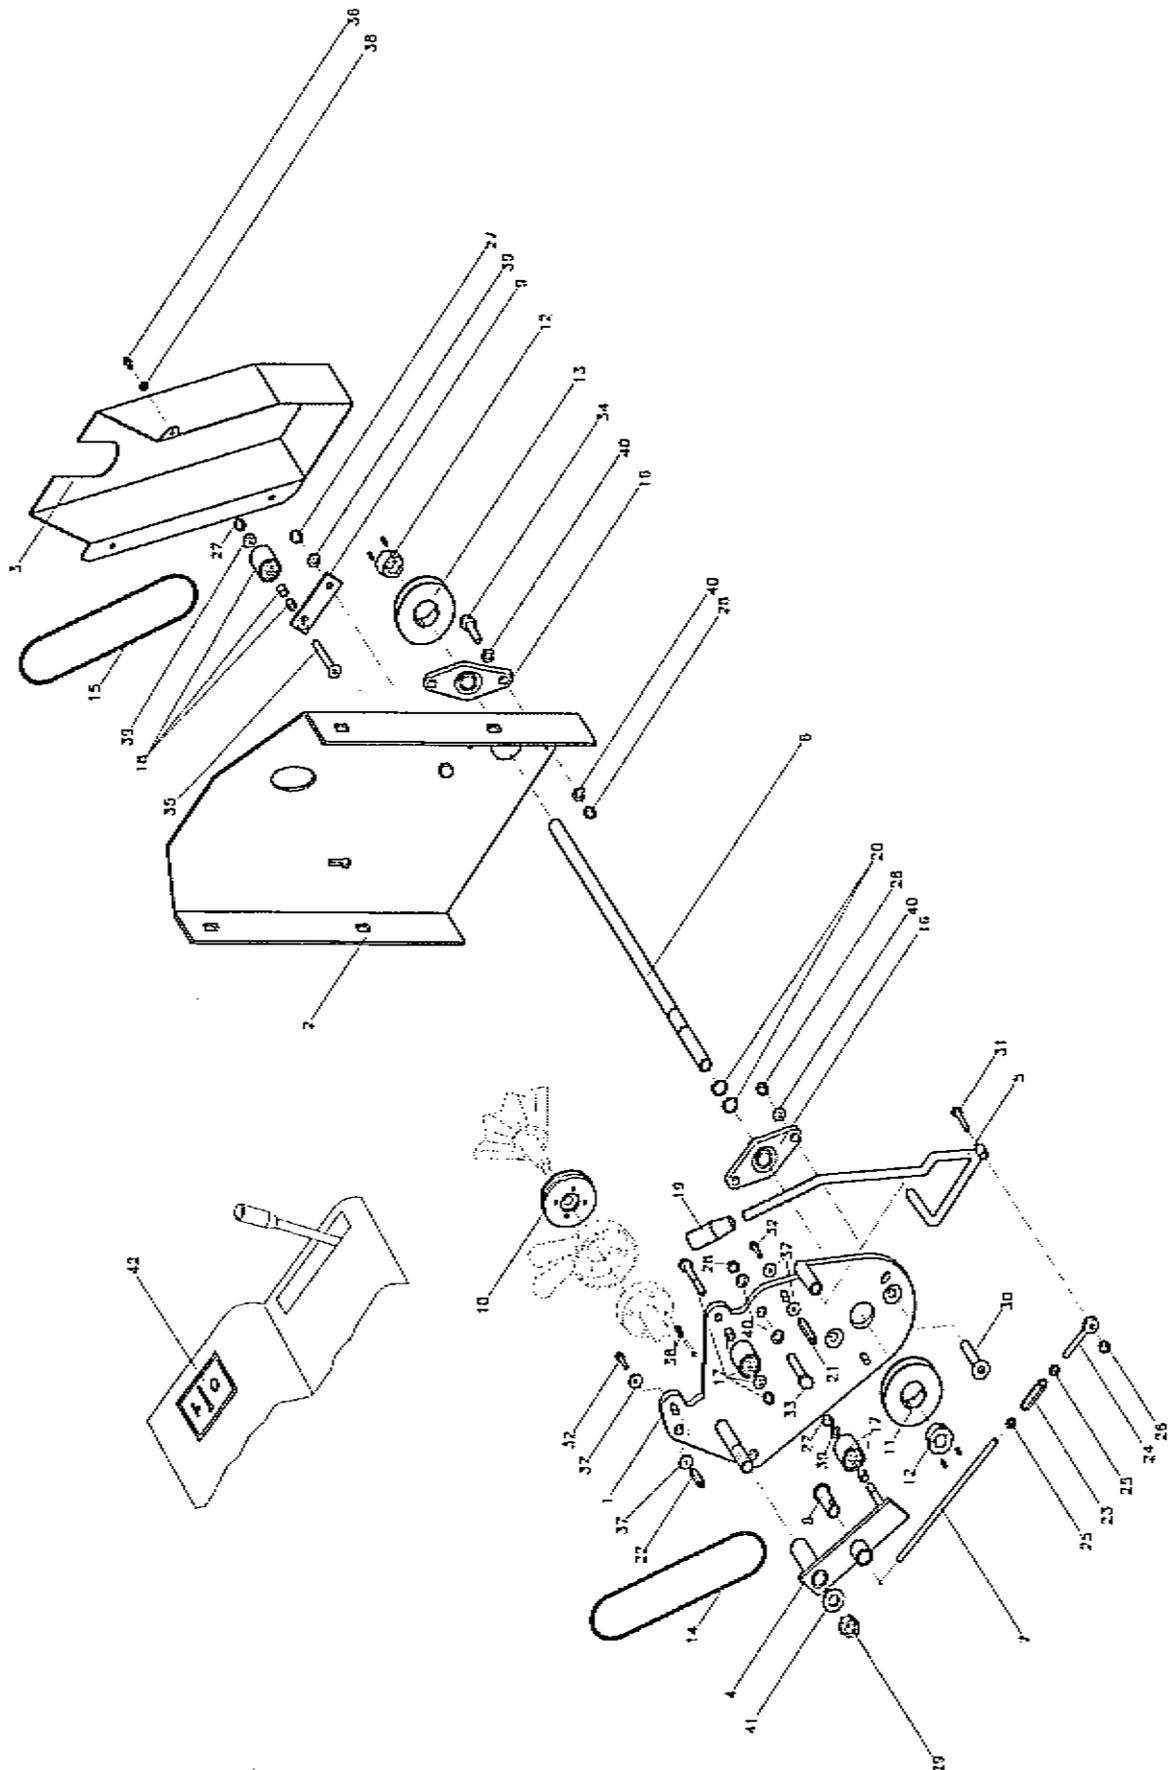
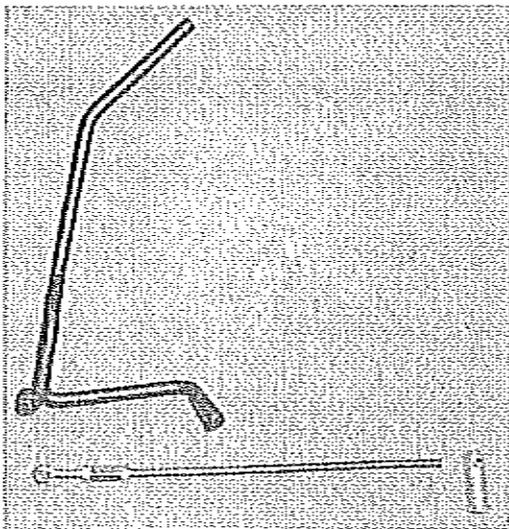

Bild 1
Bild 8
- Montieren Sie das Schaltgestänge (Bild 8 / Bild 1)